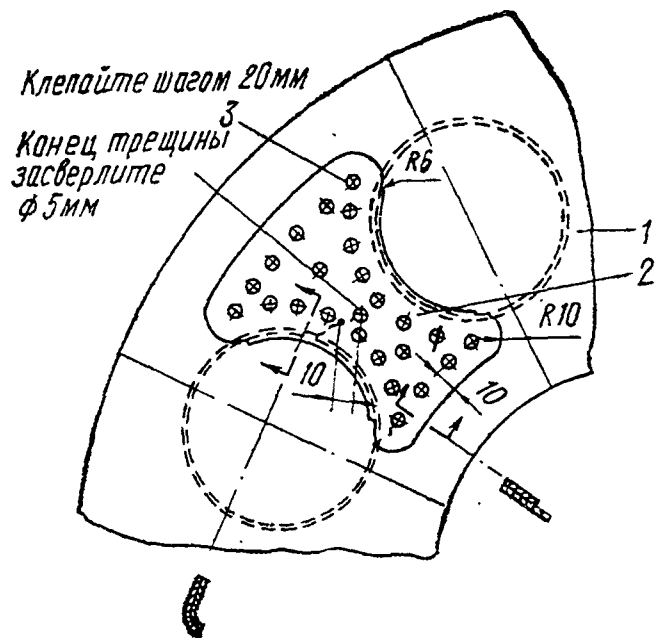

Рис. 4.28. Ремонт диафрагмы обтекателя редуктора:
3. Диафрагмы с трещинами между вырезами ремонтируйте согласно рис. 4.28 и 4.29. Внутренние диафрагмы и ленты с трещинами замените.